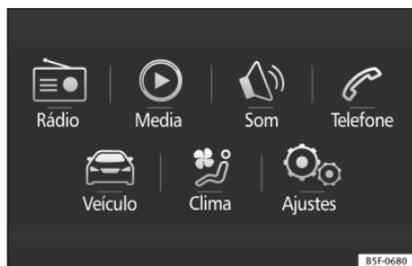

Fig. 34 Easy Connect: Menu principal.
- Pressione a tecla **MENU** do sistema e, posteriormente, o botão **CAR** » » Fig. 34, ou a tecla **CAR** do sistema, para ir para o menu **CAR** » » Fig. 35.